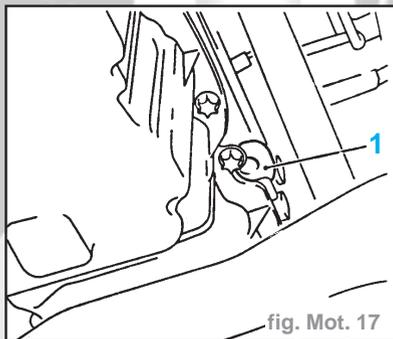

fig. Mot. 17
- Remonter **KM-909-B** (3) sur le corps d'essieu avant. Tourner en levant le palier d'appui (2) jusqu'à ce que le tenon affleure le logement (1) sur le bloc-cylindres (fig. Mot. 17).